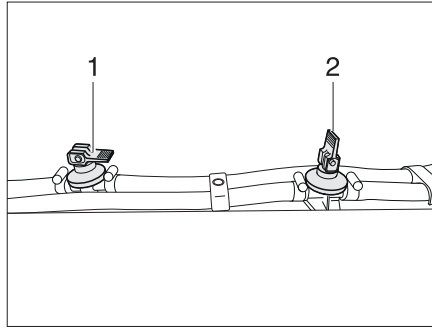

Fig. 346 Rubinetto di scarico
- Chiudere tutti i rubinetti di scarico. A questo scopo posizionare orizzontalmente la leva a bilanciere (Fig. 346,1).